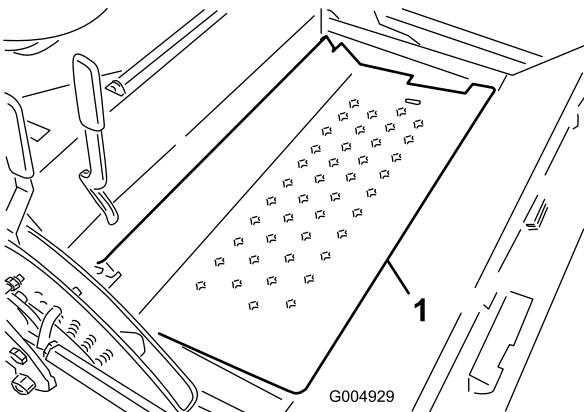

Figure 9
- Relevez le panneau de plancher (Figure 9).